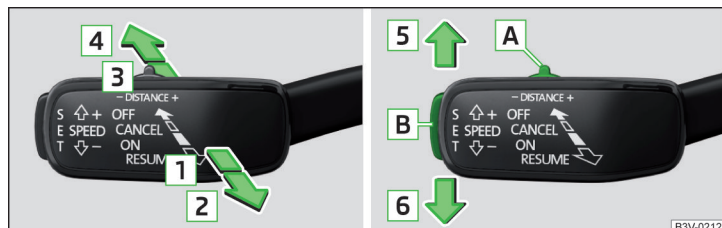

Fig. 285 Manette de commande
Aperçu des fonctions ACC, lesquelles sont commandées au moyen de la manette » fig. 285
- Actionnez la touche **SET** » fig. 285 à la page 252.
- **ou** : Réglez la manette en position auto-rabattue **RESUME** » fig. 285 à la page 252.
- Régler la manette en position auto-rabattue **CANCEL** » fig. 285 à la page 252.
La vitesse souhaitée est réglée ou modifiée à l'aide de la manette de commande » fig. 285 à la page 252.
➤ Régler le commutateur **DISTANCE** en position auto-rabattue - ou +-> fig. 285 à la page 252.
Un processus d'accélération peut être interrompu à tout moment en appuyant sur la pédale de frein ou sur le point de pression **CANCEL** sur la manette de commande » fig. 285 à la page 252.